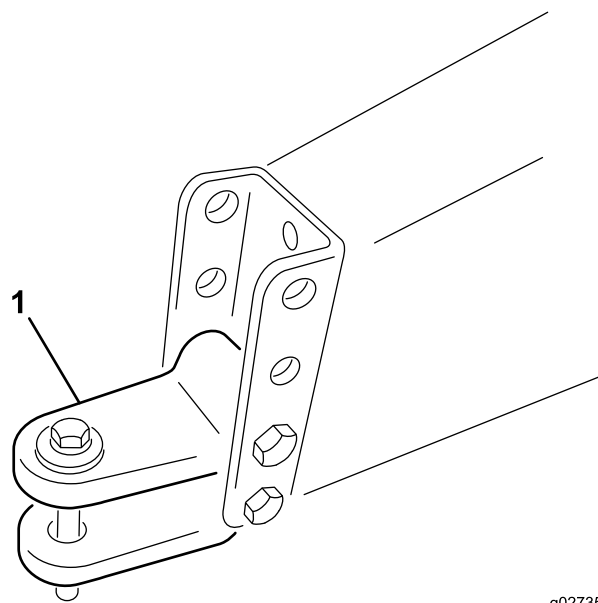

Рисунок 3
- А. Отверните болты и контргайки, крепящие вилку сцепного устройства (Рисунок 3) к раме машины.